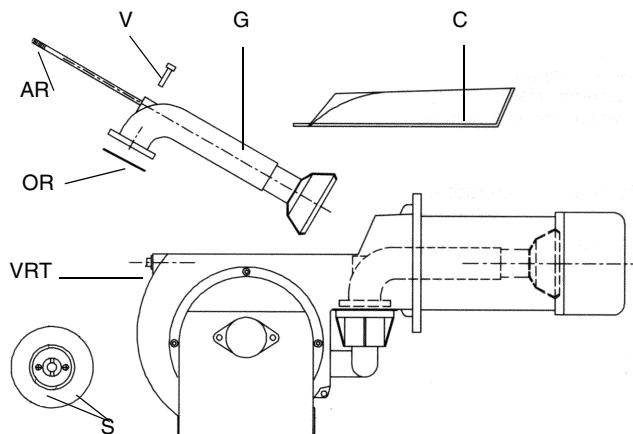

Fig. 38
- Demontati, examinati si curatati capul de ardere (vezi Fig. 38) ;